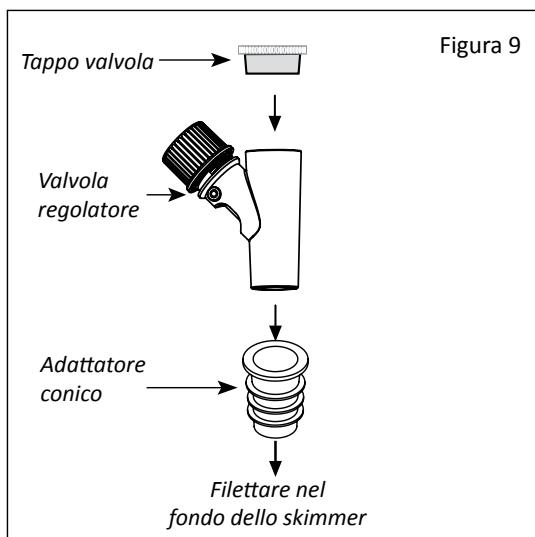
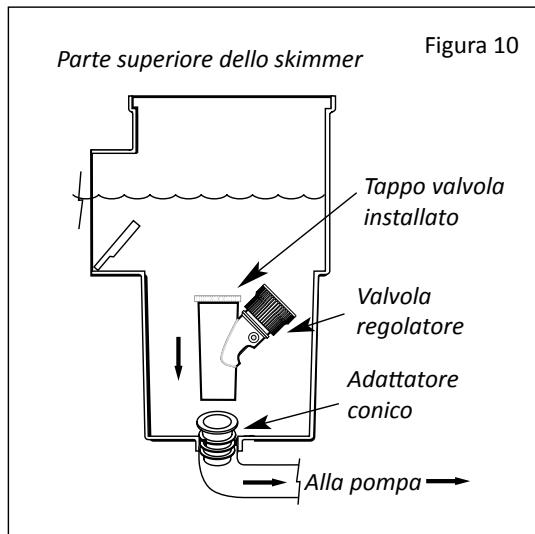

Figura 9
Figura 10
7. Per evitare che l'acqua fuoriesca dalla parte superiore della valvola regolatore, serrare il tappo della valvola sopra la valvola (vedi **figura 9**). Ciò attiva la valvola del regolatore e assicura che una quantità adeguata di acqua ($6\text{m}^3/\text{h}$) fluisca attraverso la linea del vuoto e il pulitore. Senza il tappo della valvola, la valvola del regolatore e il pulitore non funzioneranno adeguatamente. Vedi **figura 10**.